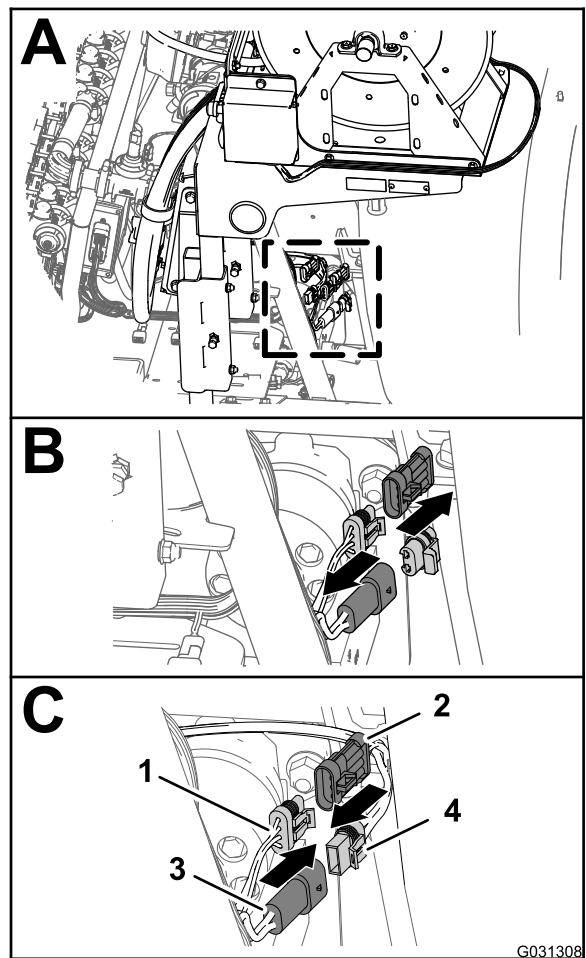

Рисунок 182
1. В задней части машины найдите жгут проводов для комплекта электрического шлангового барабана в задней части бака опрыскивателя (вид А на Рисунок 182).
2. Удалите заглушку 2-штыревого разъема главного заднего жгута проводов для питания шлангового барабана (вид В на Рисунок 182).
3. Подсоедините 2-гнездовой разъем жгута проводов электрического шлангового барабана к 2-штыревому разъему главного заднего жгута проводов (вид С на Рисунок 182).
4. Снимите крышку с 3-гнездового разъема главного заднего жгута проводов для промежуточного соединения жгута проводов опрыскивателя (вид В на Рисунок 182).
5. Подсоедините 3-штыревой разъем жгута проводов электрического шлангового барабана к 3-гнездовому разъему главного заднего жгута проводов (вид С на Рисунок 182).